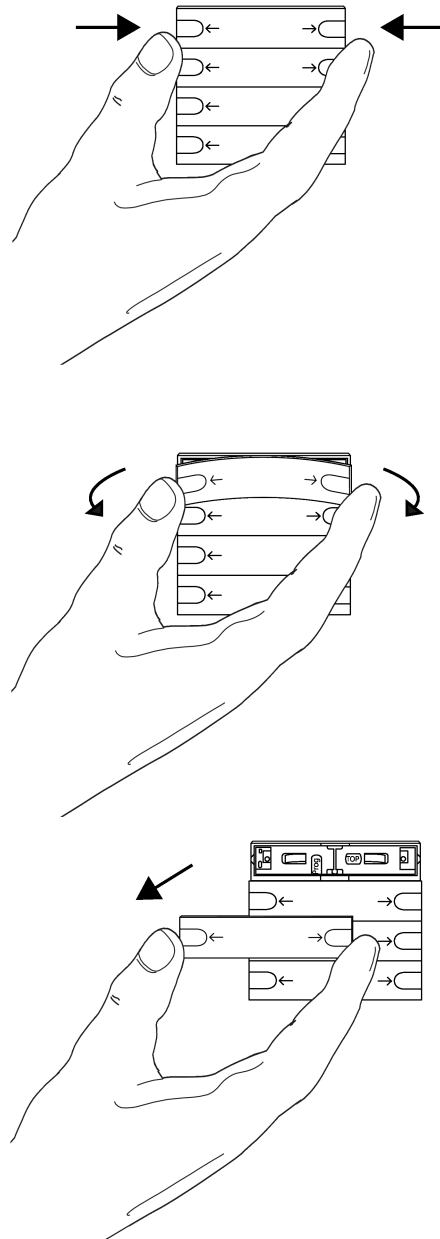

рисунок 5: Демонтаж клавиши для ввода в эксплуатацию
- Потянув с обеих сторон, отсоедините клавишу для ввода в эксплуатацию от тактильного датчика (см. рисунок 5).